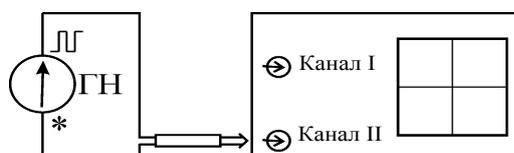

Рис. 4
8. Подключите генератор прямоугольных импульсов к осциллографу (рис. 4).